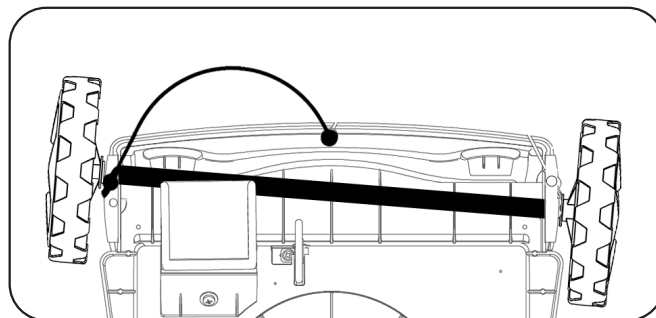

Figure 8. Modifier le sens de rotation des roues
1. Renverser le robot nettoyeur. Repérer les goupilles de roue sur l'essieu : une goupille ajustable; une goupille fixe (Figure 8).